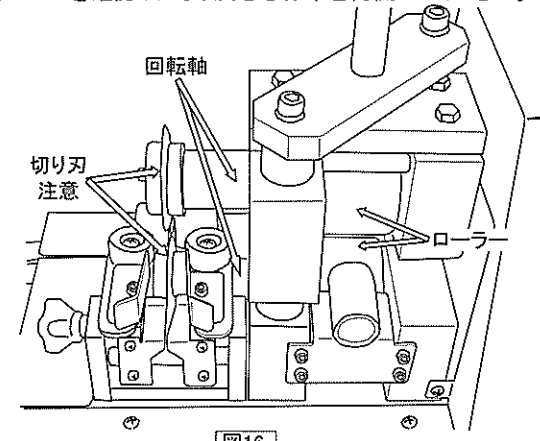

図16.
- ⑤ ローラーや回転軸部に詰まった異物をマイナスドライバーなどを使って丁寧に取除いてください。(図16.)
- ⑥ 異物を取り除いたら④の逆順で上カバーLHを装着し、しっかりネジを締めてください。
- ⑦ 試運転をして異音などの不具合がないことを確認したら、皮むき作業を再開してください。